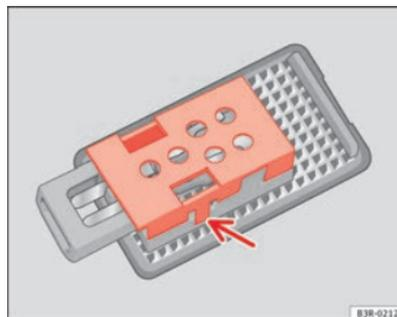

Fig. 225 Luce bagagliaio ▶
- Smontare il coperchio protettore ed estrarre la lampadina dall'alloggiamento ⇒ pag. 291, fig. 225. ■